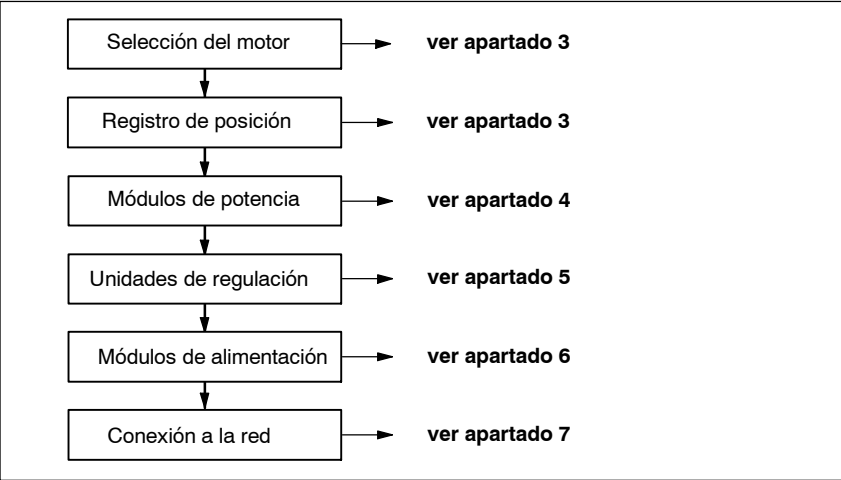

Fig. 1-4 Selección de los componentes
- Fase 1                      Selección de los componentes                      (ver fig. 1-4)